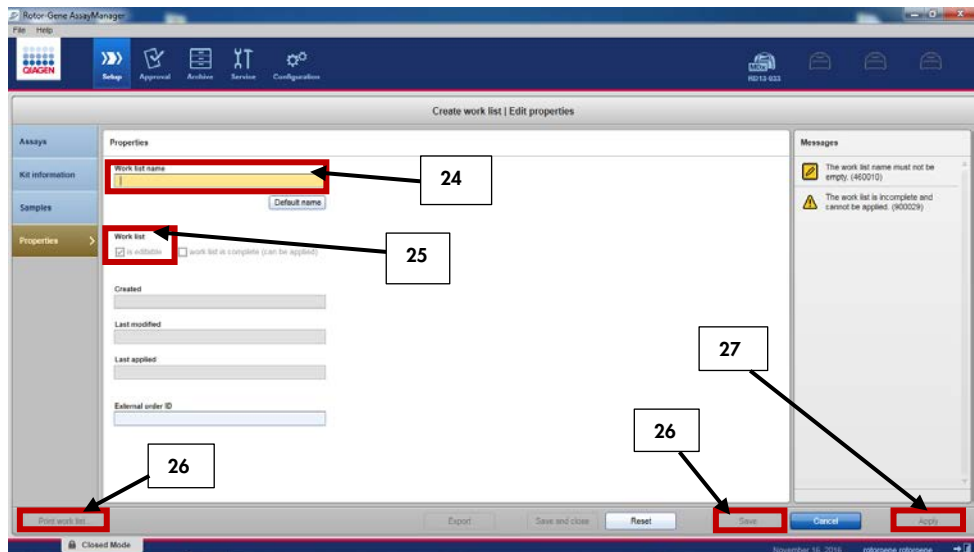

Figura 11. Creazione dell'elenco di lavoro.
24. Selezionare “Properties” (Proprietà) e immettere un nome per l'elenco di lavoro (Figura 11).